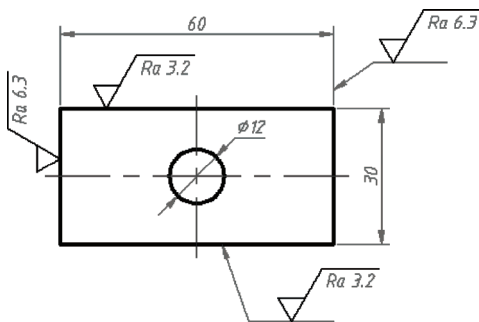

图 9-50 练习图形 2
(9) 在一个新建的图形文件中绘制图 9-50 所示的图形，按照本章介绍的方法在“工具选项卡”窗口中建立“表面结构要求”工具选项卡，其中包含相关的表面结构要求符号块，通过“表面结构要求”工具选项卡在图形中注写表面结构要求符号。注意图形中的两条引线均可用“LEADER”命令创建。本书配套的“表面结构要求符号库.dwg”文件已经建好相关的表面结构要求符号块，可供读者参考。